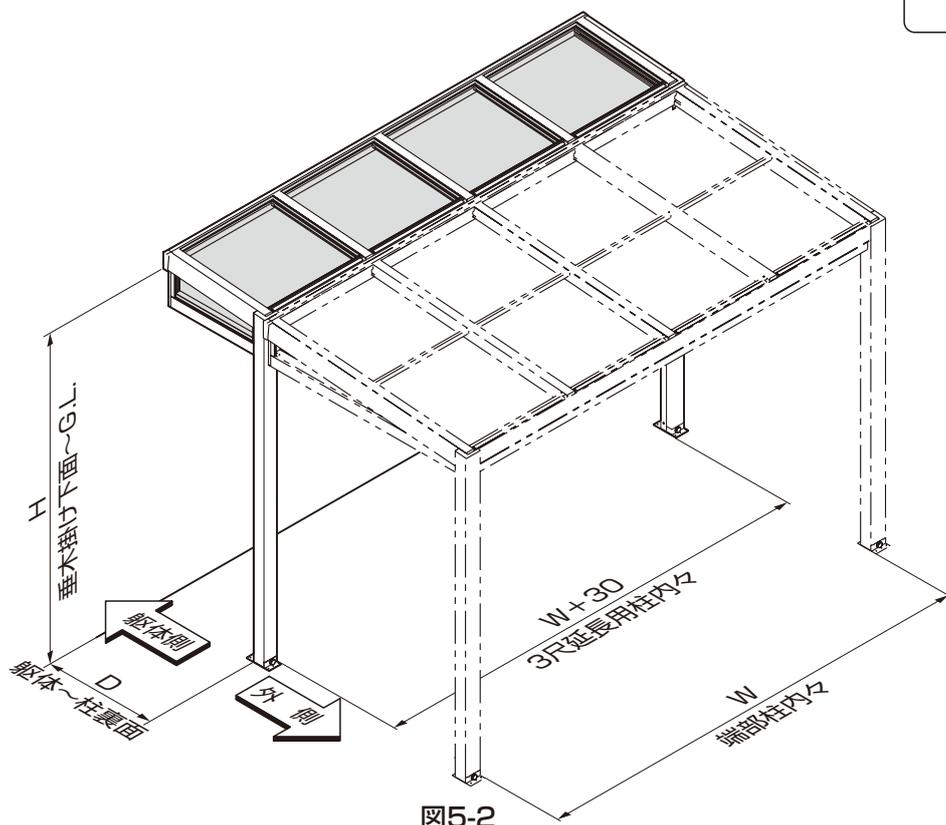

図5-2
- ④ 束柱の位置から、両側の柱位置を決めてください。
- ⑤ 基準となる箇所の寸法を図5-2を参照し、必要部分の墨出しをしてください。